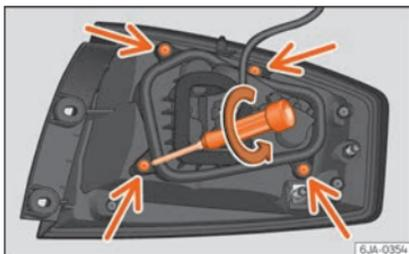

Abb. 100 Befestigungsschrauben an der Rückseite der Heckleuchteinheit
- Lösen Sie mit dem Einsteck-Schraubendreher oder einem T20 Torx-Schlüssel die vier Befestigungsschrauben des Lampenträgers durch Drehen gegen den Uhrzeigersinn »» **Abb. 100**. Achten Sie darauf, die Befestigungsschrauben des Lampenträgers nicht zu verlieren.